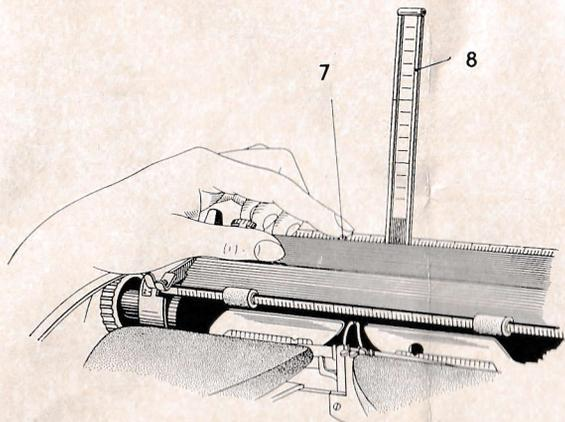

Abb. 5
Vor dem Einführen des Papiers schiebt man zunächst die Papieranlage (3) in die äußerste linke Endstellung. Die Papierstütze (8) wird durch einen leichten Druck auf den Auslösehebel (7) freigegeben und schnellst automatisch in die senkrechte Stellung (Abb. 5). Der Bogen wird hinter dem Papierableiter (12) zwischen Papierauflage (5) und Schreibwalze (33) eingelegt. Durch Drehen des linken oder rechten Walzendrehknopfes (17 und 35) wird er dann zwangsläufig unter dem Papierhalter (10) durchgeführt und auf die richtige Schreibhöhe gebracht. Dabei achte man darauf, daß die Papierhalterrollen (11) etwa 10 Teilstriche innerhalb des linken und rechten Bogenrandes liegen. Der Papierableiter (12) verhindert das Einrollen des eingeführten Bogens um die Schreibwalze.
Die Papierstütze (8) mit dem ausziehbaren Blattendanzeiger verhindert ein Überfallen der Bogen, gestattet das Nachlesen des geschriebenen Textes und zeigt das Bogenende von Schriftstücken gleichen Formats an. Ist der obere Rand des Bogens an der für das betreffende DIN-Format vorgesehenen Markierung angelangt, so wird dadurch angezeigt, daß das untere Bogenende — unter Berücksichtigung eines entsprechenden Randes — erreicht ist (Abb. 5).